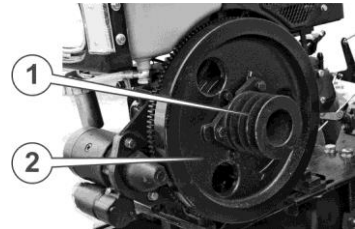

Рисунок 30. Приводна шестерня
16. Встановити ведучий шків (1) (див. рис. 30.) на інсталяційні припливи на маховику (2), закріпити трьома болтами М10, надійно затиснути болти. Ведучий шків повинен щільно, без осьового і радіального биття, прилягати до інсталяційної поверхні кожного припливу.